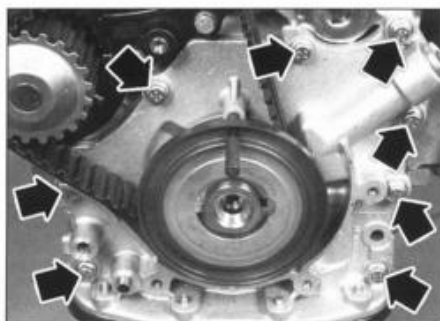

FIG. 17
- los ocho tornillos de la bomba de aceite en el extremo de cigüeñal (fig. 17).